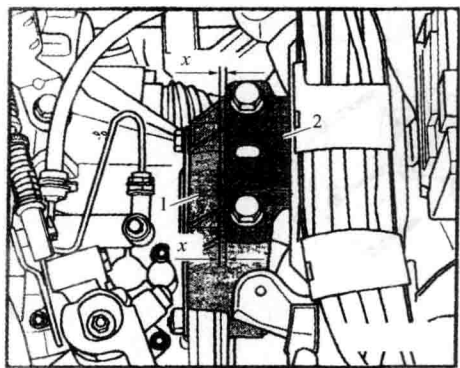

图 1-28 在变速器一侧支撑臂的边缘和变速器托架应平行
③ 如图 1-28 所示, 在变速器一侧支撑臂的边缘和变速器托架应平行, 尺寸 x 必须前后一致。